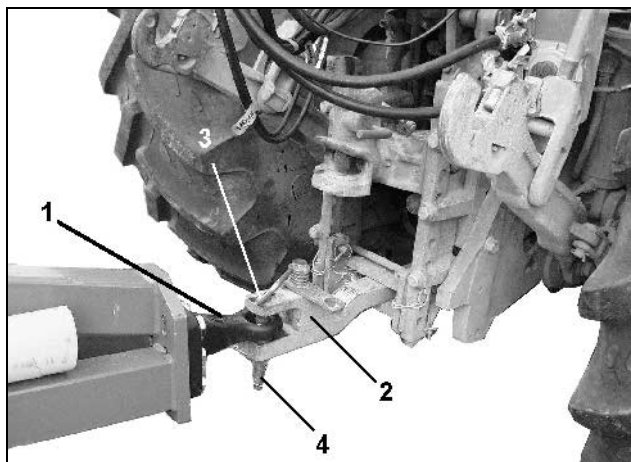

Fig. 16
- Koppla maskinen med dragöglan (Fig. 16/1) till traktorns hitchkrok (ej på bild) eller lantbruks drag (Fig. 16/2):
- Montera dragsprinten (Fig. 16/3) och
- Säkra med låssprint (Fig. 16/4).